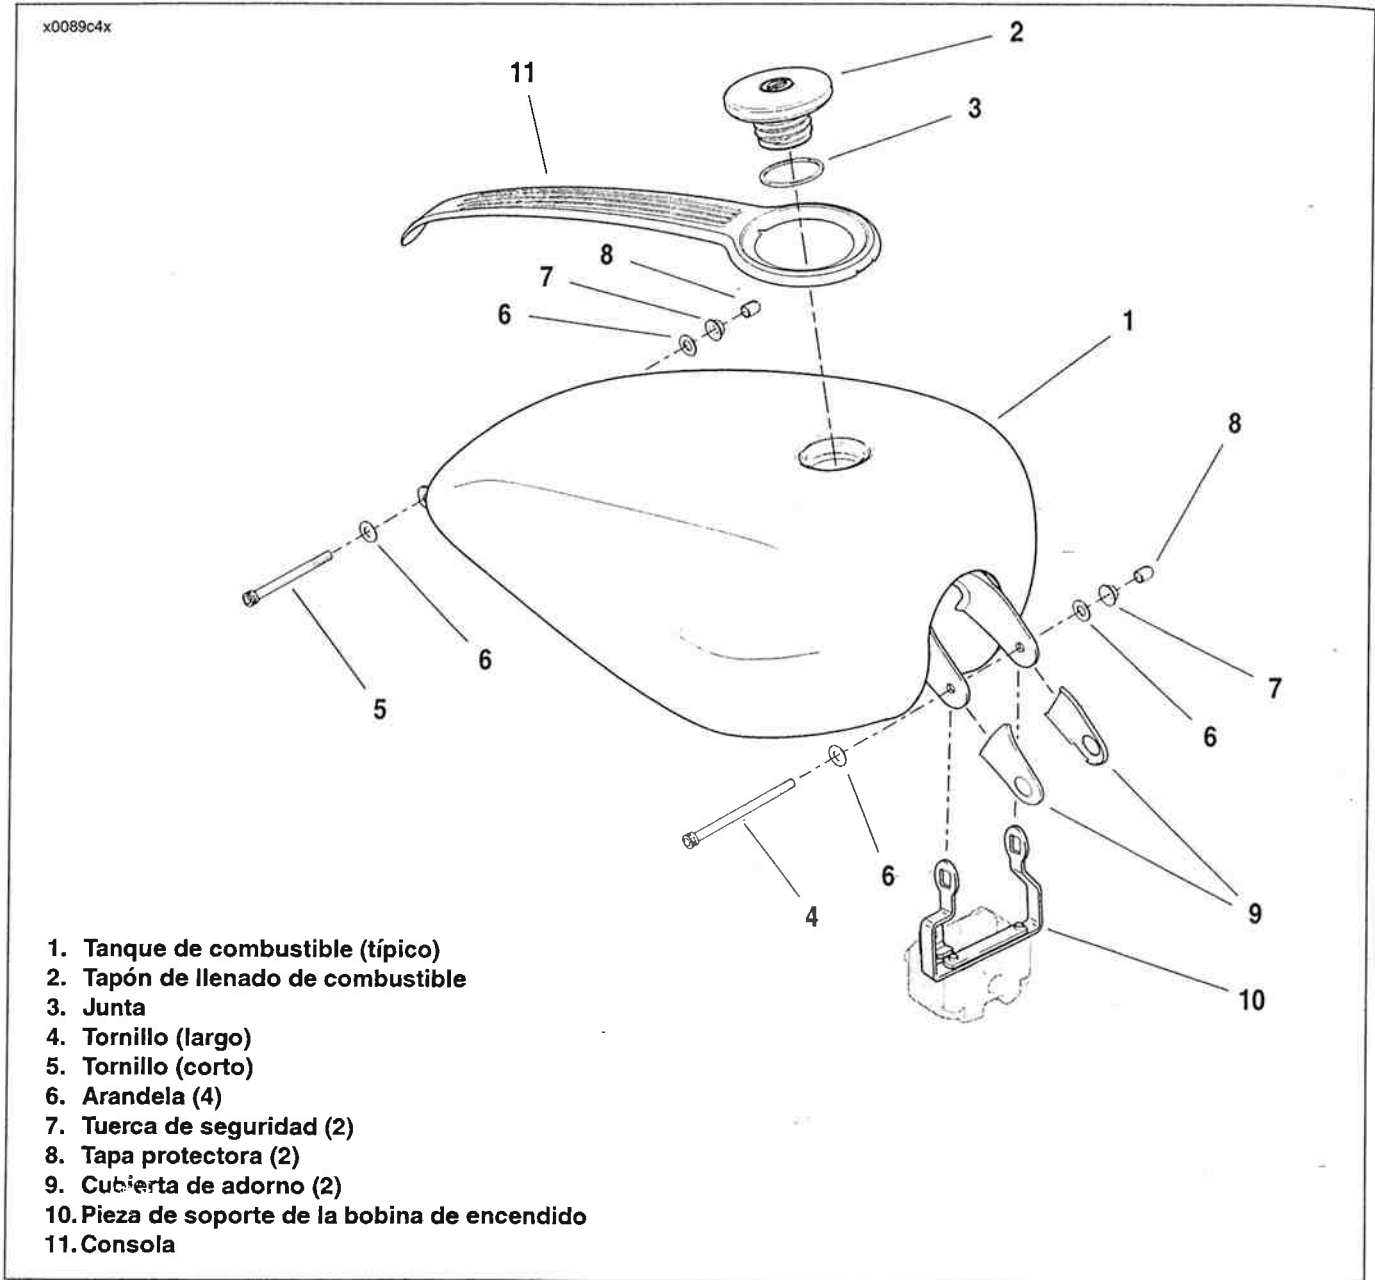
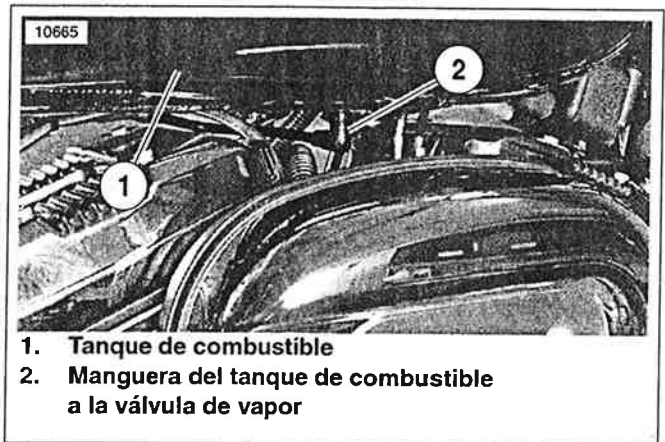

Figura 4-11. Elementos de sujeción del montaje del tanque de combustible (se muestra el tanque de combustible del XL Custom)
Figura 4-12. Sistema de ventilación del tanque de combustible
Vea la Figura 4-11. El tanque de combustible (1) es de una sola pieza soldada. Aun cuando el interior del tanque tiene un tratamiento para resistir la oxidación, se requiere de una protección adicional en caso de que la motocicleta deba almacenarse. Drene completamente el tanque y aplique una mezcla de aceite y combustible en partes iguales (o un preventivo comercial contra oxidación para tanques de combustible) en el interior del tanque.
Vea la Figura 4-11. Gire la tapón de llenado de combustible (2) hacia la derecha hasta que escuche por lo menos tres "clicks" para comprobar que está bien asegurada al tanque de combustible (1).
Vea la Figura 4-12. El tanque de combustible (1) se ventila a través de un tubo vertical (tubo de ventilación) interno. Una manguera (2) en la base del tanque se conecta a este tubo vertical.
2. Quite las tapas protectoras (8), tuercas de seguridad (7), tornillos (4, 5) y arandelas (6) de las partes delantera y trasera del tanque combustible.
3. Vea la Figura 4-12. Desconecte del dispositivo de conexión en la base del tanque de combustible la manguera (2) que va del tanque a la válvula de vapor. Levante el tanque de combustible para separarlo de la motocicleta.
2. Vea la Figura 4-11. Coloque el tanque de combustible (1) en la motocicleta. Asegúrese de que las piezas de soporte delanteras del tanque de combustible están afuera de las piezas de soporte de la bobina de encendido (10). Vea la Figura 4-12. Instale la manguera (2) que va del tanque a la válvula de vapor al dispositivo de conexión en la base del tanque de combustible.
3. Vea la Figura 4-11. Asegure el tanque de combustible al vehículo.
- a. Coloque la arandela (6) en el tornillo largo (4). Empuje el tornillo a través de la pieza de soporte delantera del tanque de combustible (10) y estructura de la derecha a la izquierda. Coloque una segunda arandela sobre el tornillo e inicie la tuerca de seguridad (7) con la mano.
- b. Coloque la arandela en el tornillo corto (5). Empuje el tornillo a través de la pieza de soporte trasera del tanque de combustible y la estructura, de la derecha a la izquierda. Coloque una segunda arandela sobre el tornillo e inicie la tuerca de seguridad con la mano.
- c. Apriete ambos tornillos a 20,4-27,1 N-m (15-20 lb-pie). Instale las tapas protectoras (8) en los extremos de los tornillos.